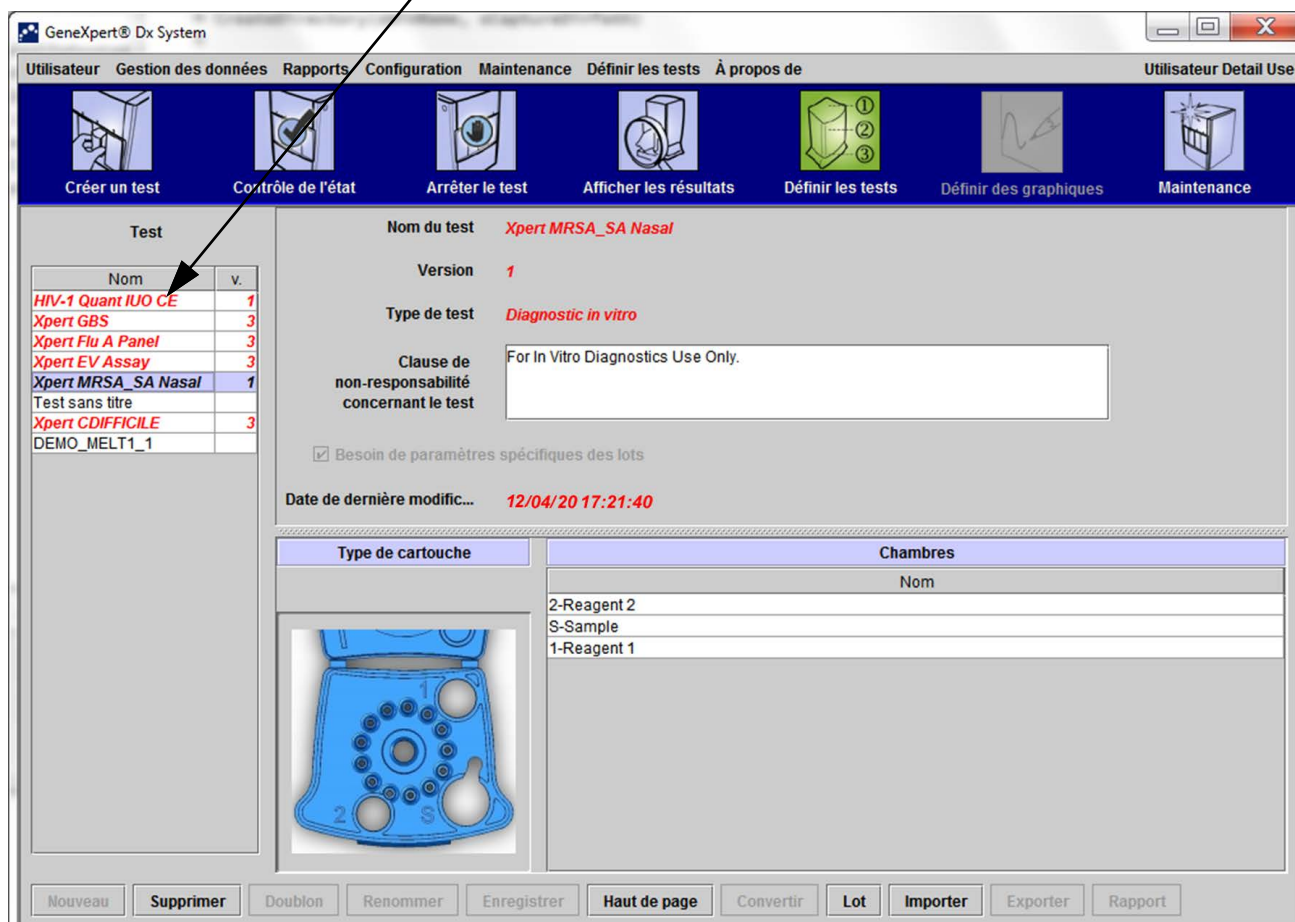

Figure 5-17. Fenêtre GeneXpert Dx System—Définir les tests
1. Dans la fenêtre GeneXpert Dx System, cliquez sur **Définir les tests**. La fenêtre Définir les tests apparaît (cf. Figure 5-17).